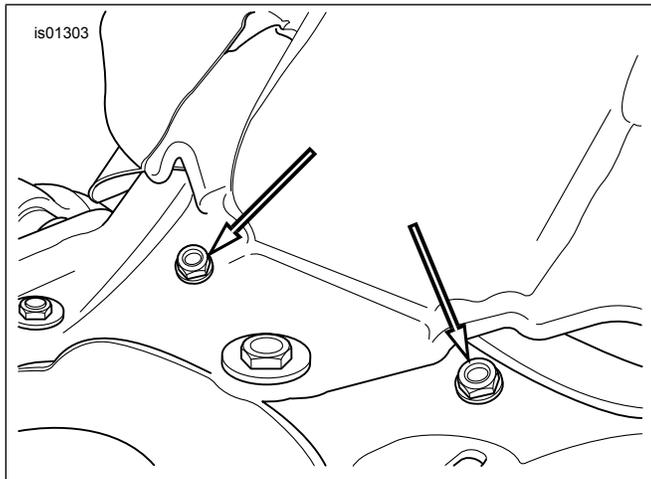

Abbildung 1. Schmutzfängermuttern entfernen (VRSCA/B/D von 2002 bis 2006)
2. Siehe Abbildung 1. Die Muttern des Spritzschutzes (Schmutzfänger) ausbauen.